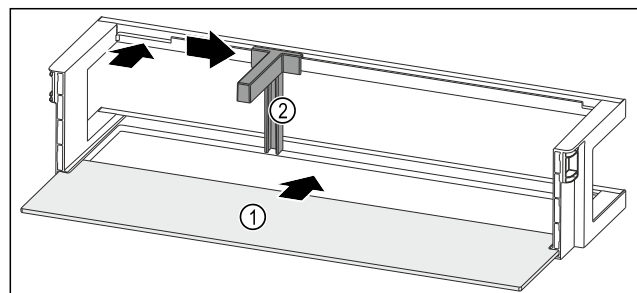

Fig. 51 Balconnet de contre-porte avec tablette de rangement
- ▶ Insérer la tablette de rangement Fig. 51 (1) dans les évidements latéraux.
- ▶ Insérer le porte-bouteilles Fig. 51 (2) dans l'évidement.
- Pousser le porte-bouteilles *Fig. 51 (2)* sur le côté en position souhaitée.